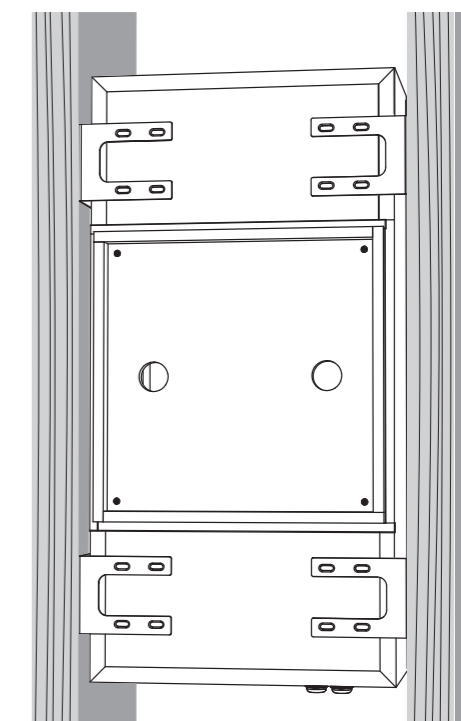

Fig. 2 Screw the brackets and back can together.
3. Heben Sie mit Hilfe eines Assistenten die hintere Dose vorsichtig an die gewünschte Stelle zwischen den Deckenbalken und heben Sie sie an und schieben Sie sie in Position, bis sie von den vier Halterungen getragen und zwischen ihnen zentriert wird (Abb. 2).